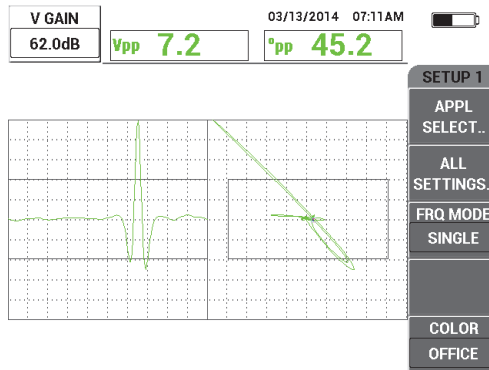

Abbildung 5-16 Einstellen der vertikalen Verstärkung
5. Drücken Sie zweimal die Direktzugriffstaste GAIN (**dB**), um den Parameter **V GAIN** aufzurufen und passen Sie mit dem Drehknopf die vertikale Verstärkung an, bis das Signal ganz oben auf dem Bildschirm angezeigt wird, was bei 100 % der Bildschirmhöhe liegt (siehe Abbildung 5-16 auf Seite 147).